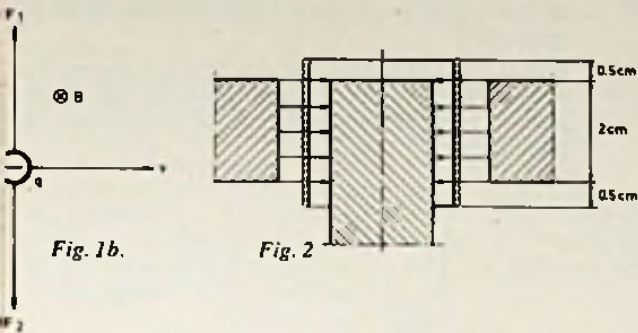

Fig. 1b.
- b. Als de beweging van het elektron rechtlijnig is, moeten de beide krachten tegengesteld en gelijk zijn (zie fig. 1b). Aan de eerste voorwaarde is voldaan door de gegeven veldrichtingen. Uit de tweede voorwaarde volgt